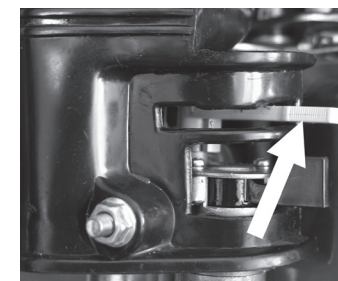

Abb. 9
4. Ziehen Sie langsam am Seilzugstarter (13), bis er eingreift, und ziehen Sie dann kräftig daran. Wiederholen Sie den Vorgang so lange, bis der Motor anspringt. Lassen Sie den Anlasser sofort nach dem Anlassen des Motors los.
5. Warten Sie, bis sich der Motor aufwärmt. Bewegen Sie den Chokehebel ein bisschen nach rechts, bei heißem Wetter sollte dies innerhalb weniger Sekunden geschehen, bei kaltem Wetter innerhalb weniger Minuten. Lassen Sie den Motor ruhig laufen, bevor Sie irgendwelche Änderungen vornehmen. Wenn die Betriebstemperatur erreicht ist, bewegen Sie den Chokehebel nach rechts in die Stellung AUS (Abb. 9).